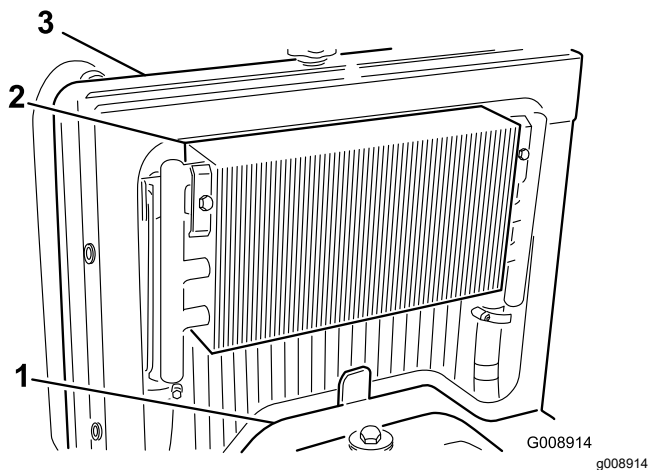

Рисунок 58
2. Снимите панель доступа (Рисунок 58).